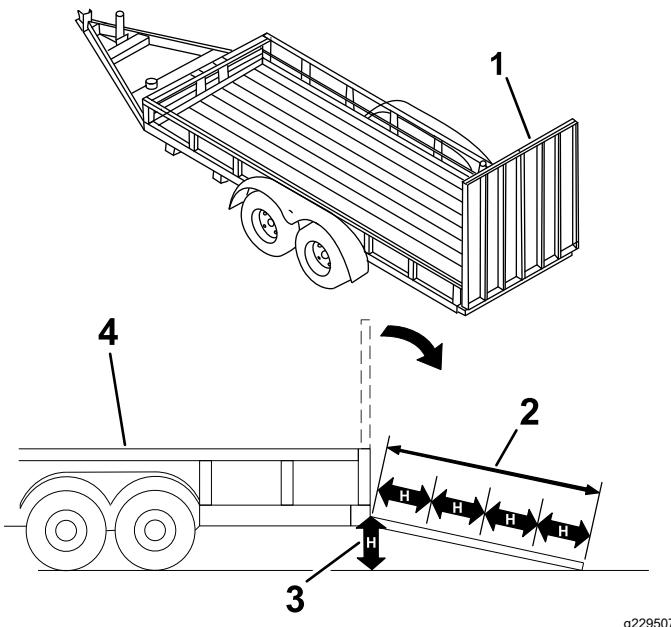

Figura 28
Quando si carica la macchina su un trailer o un autocarro si aumenta il rischio di ribaltamento, che può causare gravi ferite ed anche la morte (Figura 28).
3. Abbassate la rampa (Figura 28).